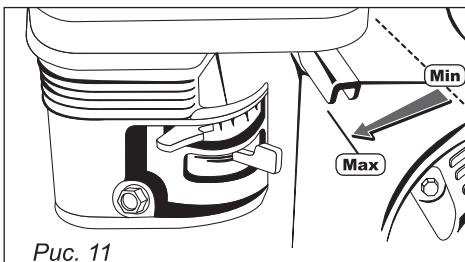

Рис. 11
- Убедитесь, что рычаги управления приводом и шнеком в исходном положении. Передвиньте рычаг управления дроссельной заслонкой в среднее положение (рис. 11).